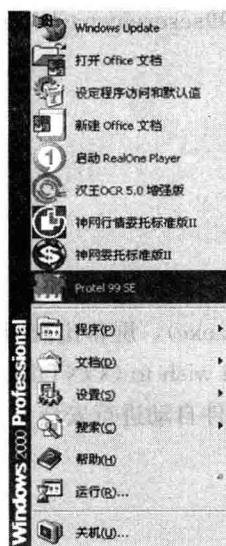

图 1-8 开始菜单启动
- (1) 用鼠标双击 Windows 桌面的快捷方式图标 , 启动 Protel 99 SE。
- (2) 单击 Windows 任务栏的开始图标, 在程序菜单中选择 Protel 99 SE 命令, 如图 1-8 所示, 启动 Protel 99 SE。